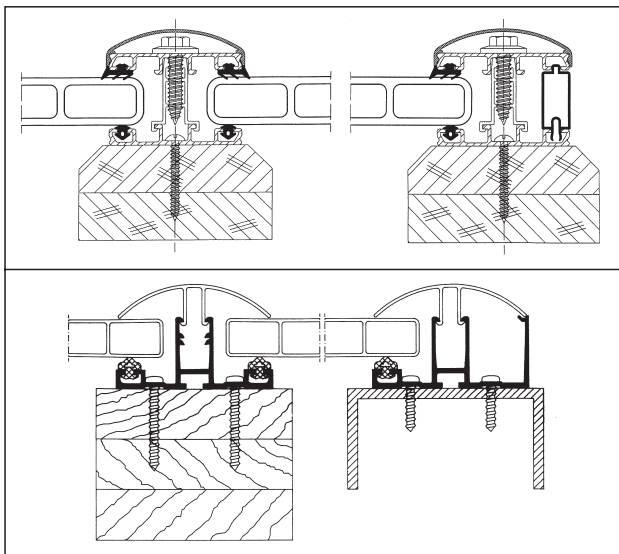

fig. 8
- Voor het plaatsen van de platen in de montageprofielen dient U nog eenmaal de noodzakelijke uitzettingsruimte te controleren (fig. 8):
- Het bovenprofiel van het Thermo systeem 55 moet om de 30 cm worden geboord. Plaats de kunststof verhoogstukken op het onderprofiel. Plaats nu het bovenprofiel bovenop de kunststof verhoogstukken en verbindt beiden met de speciale parkers uit edelstaal, zie fig. 8 en 13.